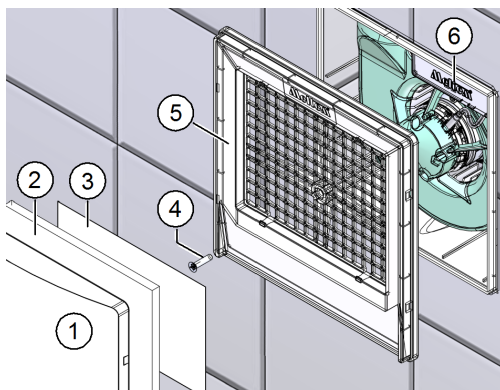

Рис. 10: снять защитную крышку проводки
- ▶ Возьмитесь за один из нижних уголков крышки всасывания (поз. 1 на рис. 10) и снимите ее с держателя фильтра (поз. 5 на рис. 10).
- ▶ Удалите фильтр (поз. 2 на рис. 10) и, при необходимости, регулировочное полотно из флиса (поз. 3 на рис. 10, только в вентиляторах с расходом воздуха 60 м3/ч и боковой вытяжкой).
- ▶ Удалите винт с потайной головкой М6 (поз. 4 на рис. 10).
- ▶ Снимите держатель фильтра (поз. 5 на рис. 10).
- ▶ Снимите защитную крышку проводки (поз. 6 на рис. 10). Потенциометры для настройки функций вентилятора находятся за защитной крышкой проводки.
- ▶ Вставьте защитную крышку проводки (поз. 6 на рис. 10).
- ▶ Насадите держатель фильтра (поз. 5 на рис. 10).
- ▶ Прикрепите держатель фильтра с помощью винта М6 с потайной головкой (поз. 4 на рис. 10).
- ▶ Вставьте, при необходимости, регулировочное полотно из флиса (поз. 3 на рис. 10, только для вентиляторов с расходом воздуха 60 м3/ч и боковой вытяжкой), фильтр (поз. 2 на рис. 10) и крышку всасывания (поз. 1 на рис. 10) на прибор.